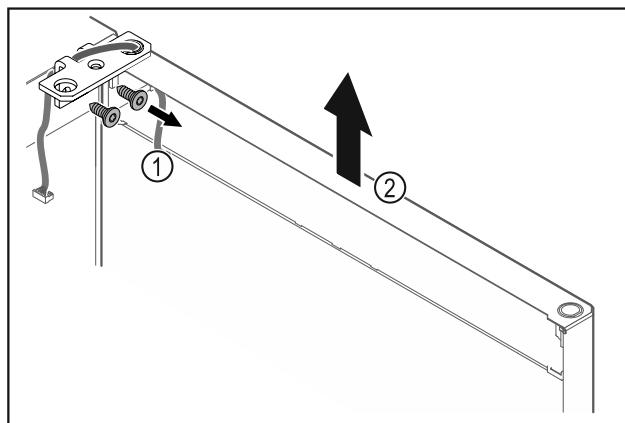

Fig. 21
- Odvrnite kutne šarke Fig. 21 (1).
- Dignite vrata s kutnim šarkama Fig. 21 (2) cca 200 mm ravno prema gore i skinite ih.